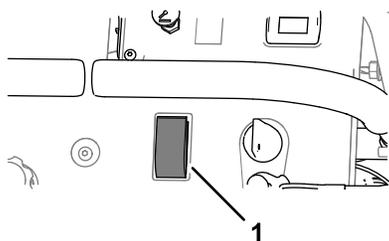

Figure 41
3. Placez la commande de la pompe de pulvérisation à la position MARCHÉ (**Figure 41**).